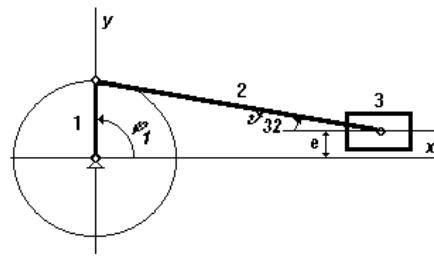

Рис. 2
1.1.2. Задавшись положительным дезаксиалом $e \approx 0,2h$ ($\approx 40\% l_1$) (рис. 2), приняв рассчитанное ранее значение λ_2 для заданного хода ползуна h определить значение длины кривошипа l_1 путем последовательного табулирования выражения